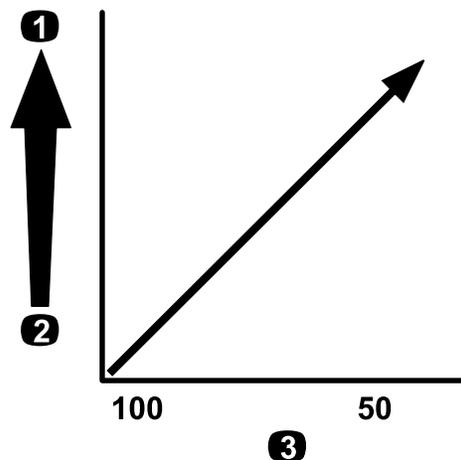

**Figure 17**
**Important:** Lorsque vous pulvérisez des produits chimiques de viscosité plus élevée (plus épais) ou des solutions avec poudres mouillables, vous devrez peut-être utiliser un maillage plus grossier pour le filtre des pastilles de buses optionnel ; voir Figure 17.